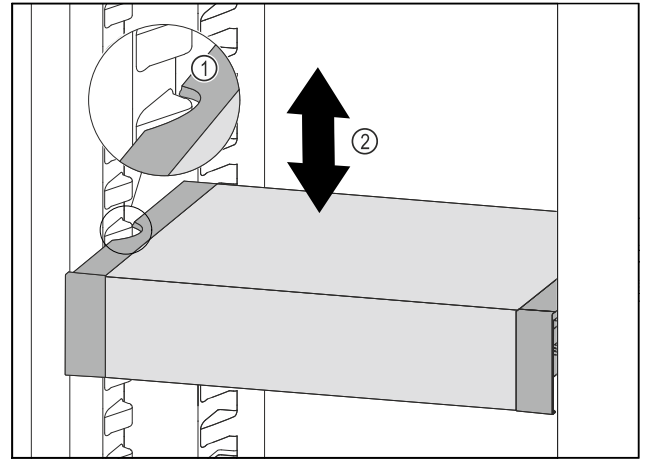

Fig. 182
- ▶ 向前移动 VarioSafe，直到 VarioSafe 两侧的凹槽与冷藏区中的容器肋梁持平。 Fig. 182 (1)
- ▶ 在冷藏区中向上或向下移动 VarioSafe，直至所需高度。 Fig. 182 (2)